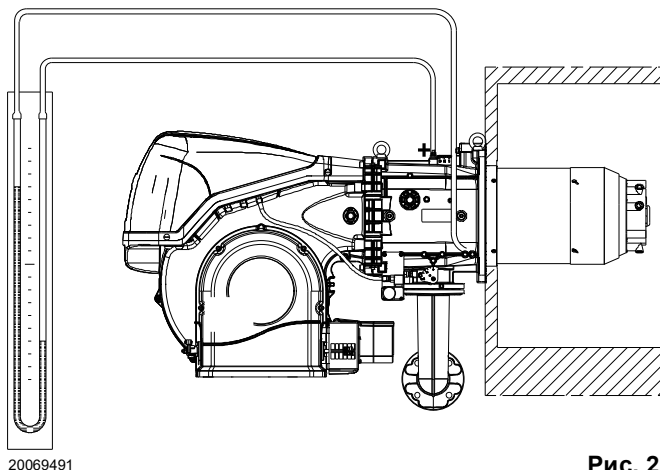

Рис. 24
- Соедините U-образный манометр или дифференциальный манометр (Рис. 24) со штуцером (+) замера давления газа на патрубке, а (-) с камерой сгорания. Служит для получения приблизительной МАКС. мощности горелки через Табл. К.